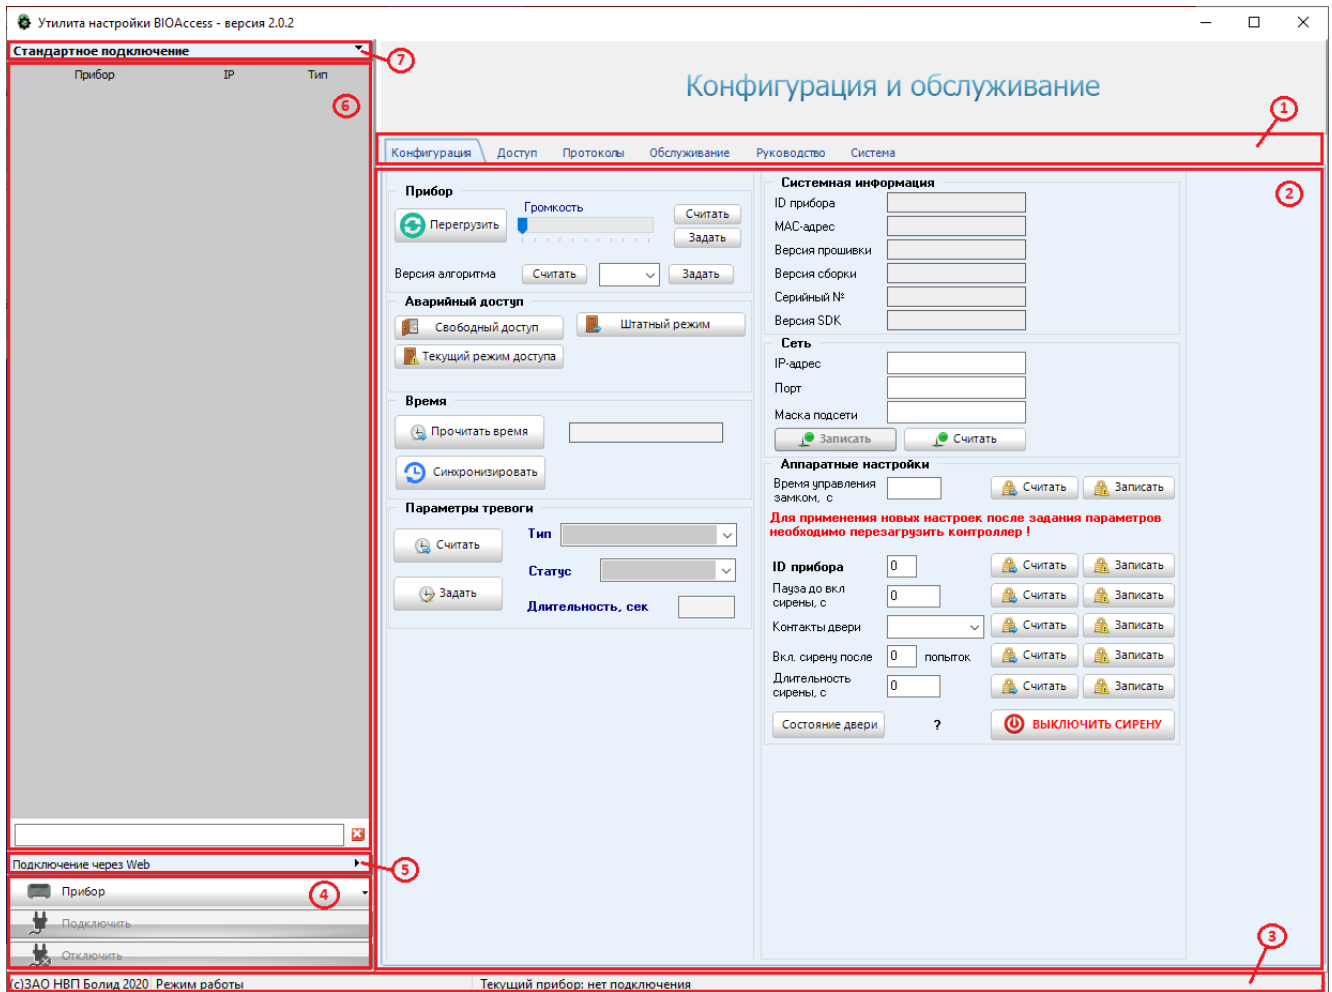
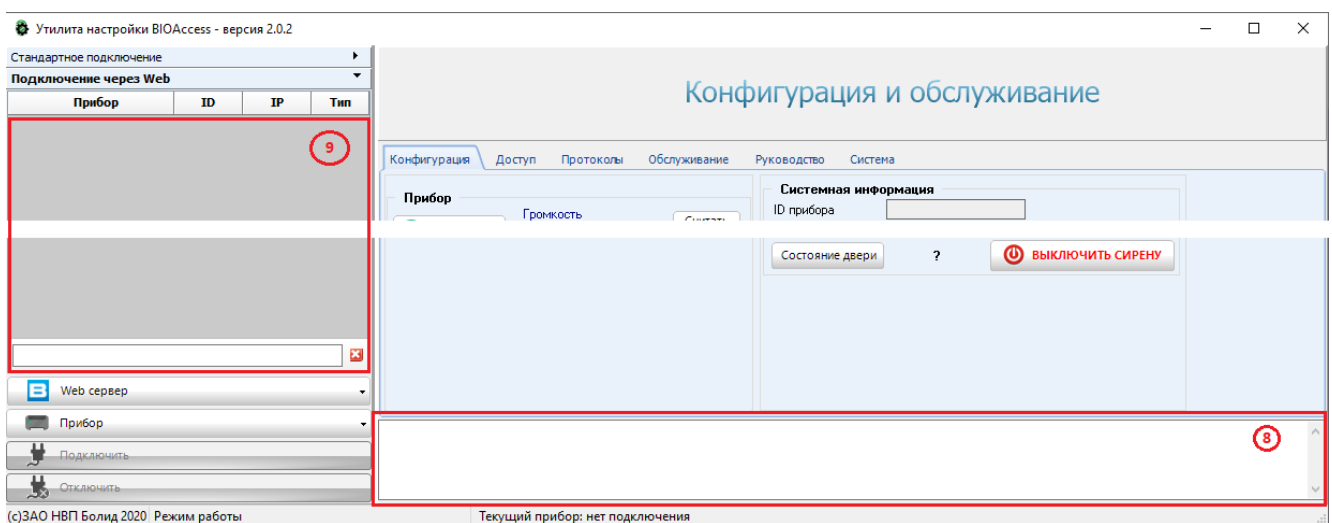

Рис. 8
Рис. 9
Внешний вид основного экрана программы VAProg представлен на рис. 8 и рис. 9.
Элементы окна программы (рис. 8):
- 8 Окно лога взаимодействия с приборами (отображается при активизации вкладки «Подключение через Web») (рис. 9);
- 9 Дополнительные элементы окна программы (отображаются при активизации вкладки «Подключение через Web») (рис. 9).